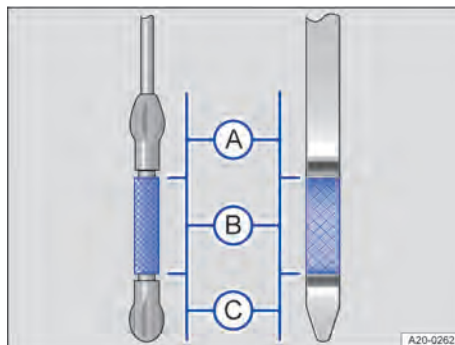

Abb. 198 Ölmesstäbe mit Motorölstandsmarkierung (Varianten).
7. Ölmesstab erneut herausziehen und Motorölstand am Ölmesstab wie folgt ablesen → Abb. 198:
13. Der Motorölstand sollte am Ende des Nachfüllvorgangs mittig im Bereich → Abb. 198  liegen. Der Motorölstand darf sich nicht im Bereich → Abb. 198  befinden → .
14. Wenn versehentlich zu viel Motoröl nachgefüllt wurde und der Motorölstand sich im Bereich → Abb. 198  befindet, Motor nicht starten. Fachmännische Hilfe in Anspruch nehmen.
- Wenn der Motorölstand im Bereich → Abb. 198  steht, starten Sie den Motor nicht und nehmen Sie fachmännische Hilfe in Anspruch.